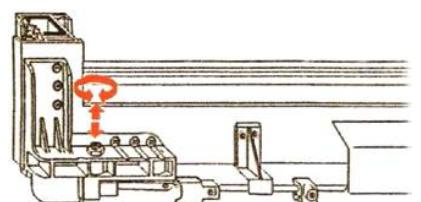

рис.5
2.7. Регулировка створки в горизонтальной плоскости производится винтом (см. рис. 5), который предварительно должен быть расконтргаен.